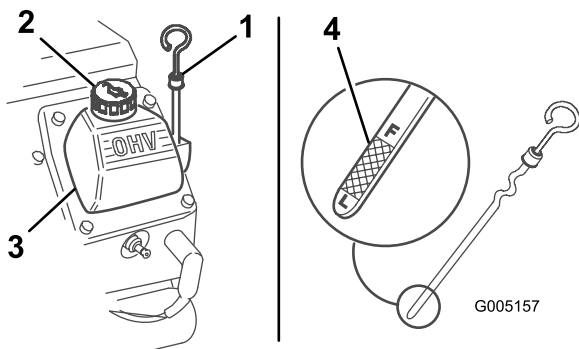

Figure 8
- Nettoyez la surface autour de la jauge d'huile (Figure 8).
- Sortez la jauge d'huile et essuyez soigneusement l'extrémité métallique (Figure 8).
- Enfoncez la jauge complètement dans le tube (Figure 8).
- Si le niveau est bas, nettoyez la surface autour du bouchon de remplissage et enlevez le bouchon (Figure 8).
- Versez lentement une quantité d'huile suffisante dans le couvre-culasse pour amener le niveau au repère du plein (F).